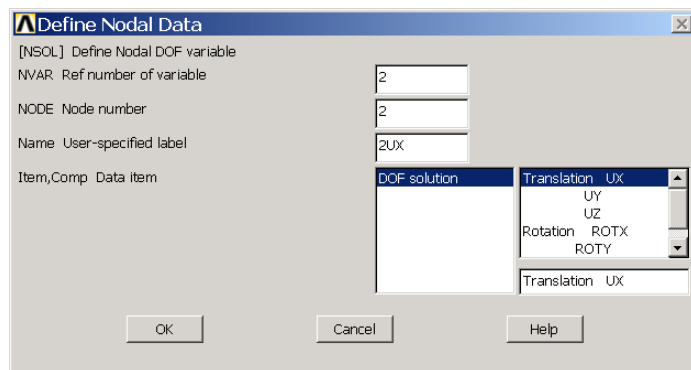

图10.52 定义变量对话框
(7) 单击 **Main Menu>Solution>Define Loads>Apply>Structural>Displacement>On Nodes** 菜单，弹出图形拾取对话框，单击【Pick All】按钮，弹出【Apply U,ROT on Nodes】对话框，选中【UY】，然后单击【OK】按钮。
(8) 再次单击 **Main Menu>Solution>Define Loads>Apply>Structural>Displacement>On Nodes** 菜单，弹出图形拾取对话框，在图形视窗选择节点 1 和 4，单击【OK】按钮。接着弹出【Apply U,ROT on Nodes】对话框，选中【UX】，并取消选择【UY】项，然后单击【OK】按钮确认。
(9) 单击 **Main Menu>Solution>Define Loads>Apply>Structural>Force/Moment>On Nodes** 菜单，弹出图形拾取对话框，在图形视窗中选择节点 2，单击【OK】按钮。接着弹出【Apply F/M on Nodes】对话框，在【Direction of force/mom】下拉菜单中选中【FX】，在【real part of force/moment】文本框中输入【200】，单击【OK】按钮。
(10) 单击 **Main Menu>Solution>Solve>Current LS** 菜单，进行求解计算。
(11) 下面进行结果查看。单击 **Main Menu>TimeHist Postpro>Define Variables** 菜单, 弹出【Defined Time-History Variables】对话框。单击【Add...】按钮, 接着弹出【Add Time-History Variable】对话框, 使用【Nodal DOF Result】的默认设置并单击【OK】按钮。
(12) 接着弹出图形拾取对话框, 选择节点 2, 单击【OK】按钮, 弹出如图 10.52 所示的【Define Nodal Data】对话框。在【User-specified label】文本框中输入【2UX】, 在【Item,Comp Data item】列表框中选中【Translation UX】。然后单击【OK】按钮。